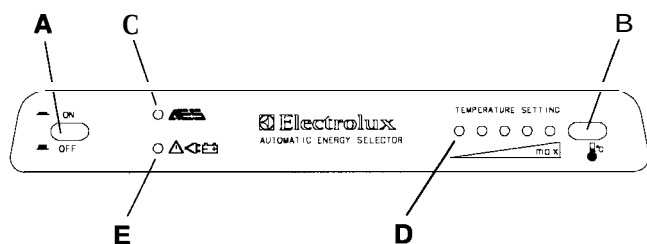

FIG. 1
Kontrollpanelen visas i fig.1. Kylskåpet startas genom att trycka in huvudströmbrytaren (A). Lysdioden (C) för AES (grön) tänds som indikering på att AES är i drift. Knappen (B) används för att ställa in den elektroniska termostaten. Lysdioderna (D) visar det inställda värdet på termostaten. När kylning krävs kopplar AES in den för tillfället lämpligaste energikällan.
Alla hänvisningar gäller till fig.1.
Alla hänvisningar gäller fig.1.
1. Ställ **strömbrytaren** (A), fig.1, på "OFF".